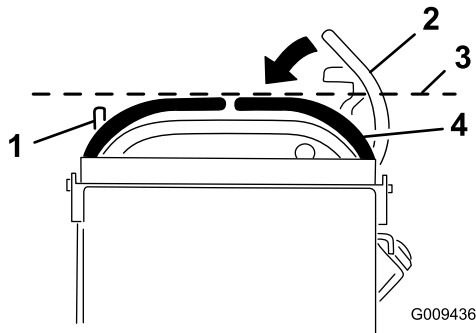

Figura 64
3. Empuje la palanca de control de movimiento derecha hacia abajo, sacándola de la posición de BLOQUEO/PUNTO MUERTO (Figura 64).
4. Compruebe que la palanca de control de movimiento de la derecha quede alineada en sentido horizontal con la palanca de control de movimiento de la izquierda (Figura 64).